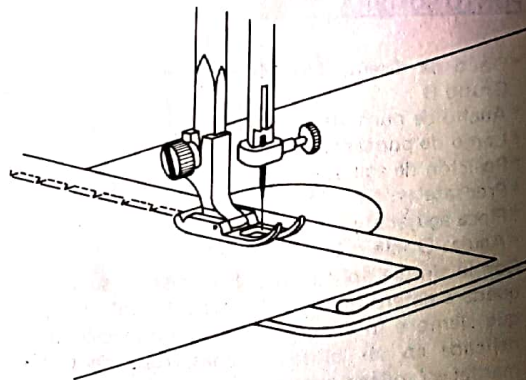

Fig. 35
- 1.— Doble prolijamente la tela como se observa en Fig. 35 con el revés hacia arriba.